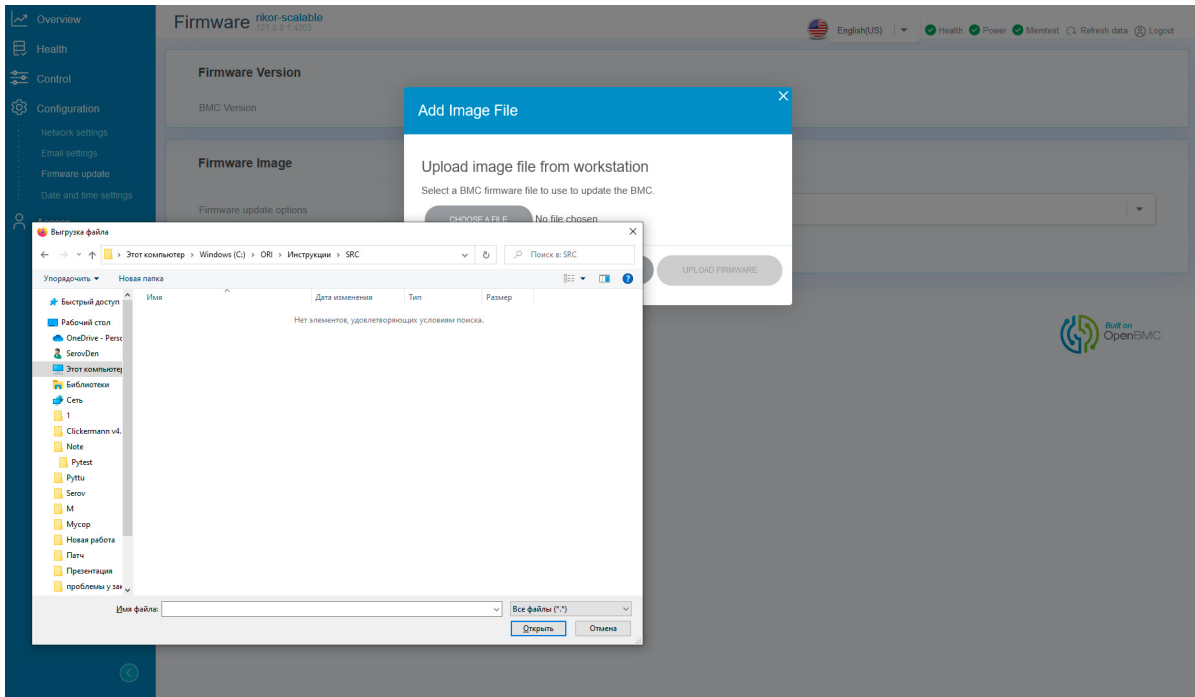

Рис. 76. Выбор директории с новой версией BMC
- 4) В нужной вам директории выберите файл с новой версией обновления BMC. Окно показано на рис. 76 Выбор директории с новой версией BMC